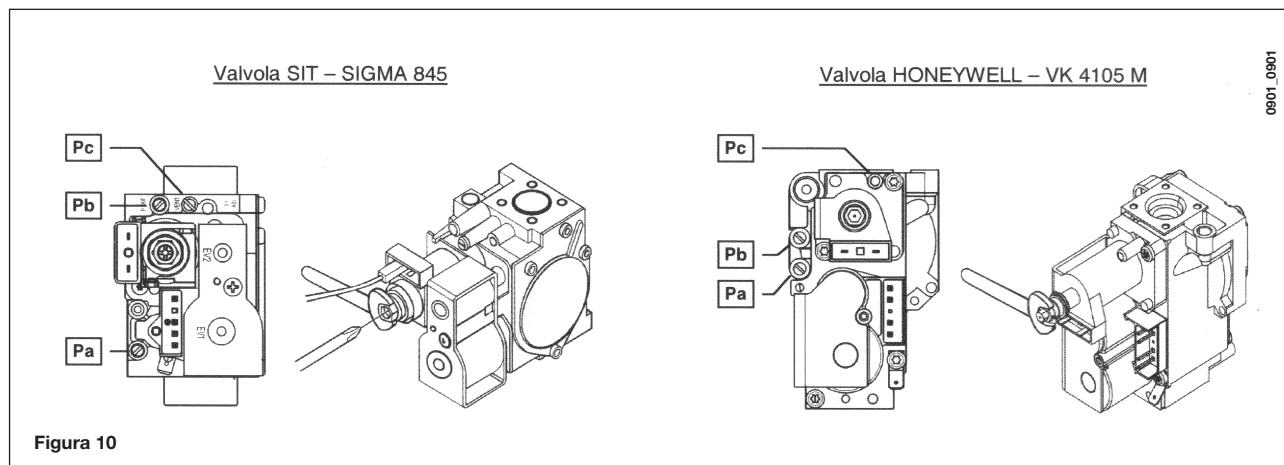

Figura 10
Las calibraciones del regulador de presión son ligeramente diferentes según el tipo de válvula del gas utilizada (**HONEYWELL** o **SIT**, figura 10).
C) Calibración del regulador de presión (Figura 10)